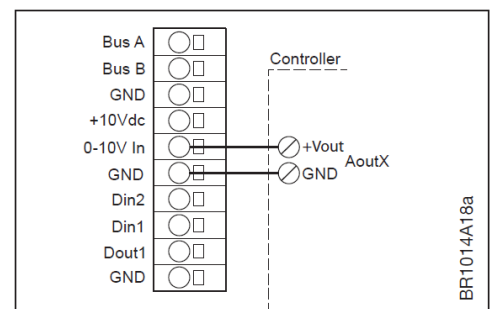

Fig. 3-17: Extern börvärdesinmatning
- Anslutning av externa styrsignaler enl. fig. 3-17